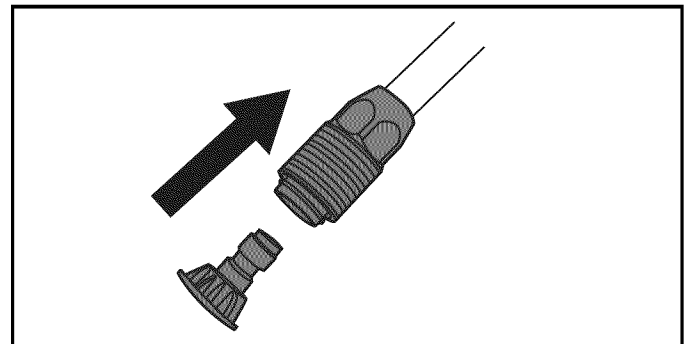
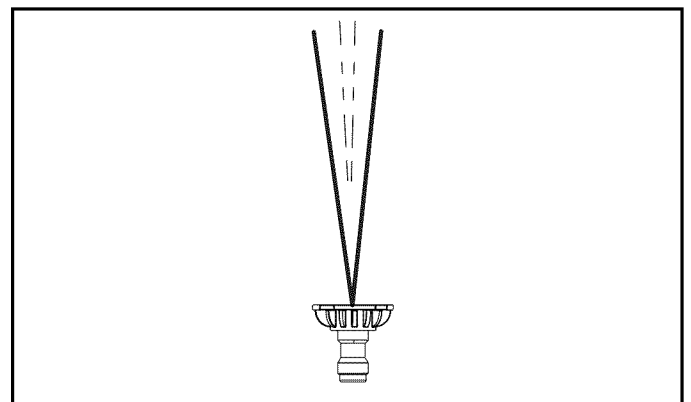

Figura 4-17. Boquillas
Figura 4-18. Boquilla de presión para lavado (Verde)
- Tire el collar hacia atrás en la conexión rápida de la lanza (Figura 4-17) e instale la boquilla de lavado VERDE (Figura 4-18)) para las siguientes aplicaciones de limpieza.